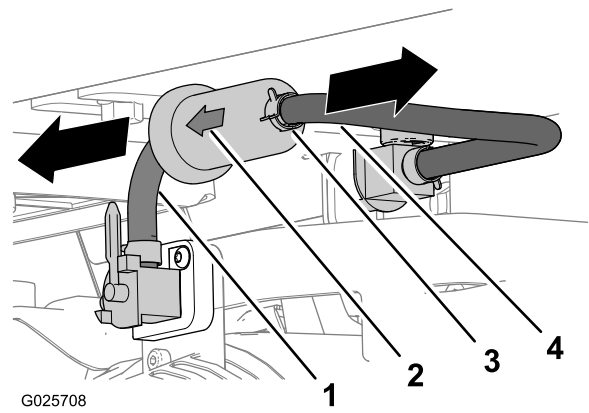

Figure 27
6. Déposez les colliers et le flexible du raccord cannelé sur le filtre à carburant (Figure 27).
7. Orientez la flèche située sur le boîtier du filtre à carburant neuf vers le flexible relié à l'interrupteur du moteur (Figure 27).
8. Insérez le raccord cannelé du filtre à carburant dans le flexible partant de l'interrupteur du moteur (Figure 27).
9. Insérez le raccord cannelé à l'autre bout du filtre à carburant dans le flexible branché au robinet d'arrivée de carburant (Figure 27).